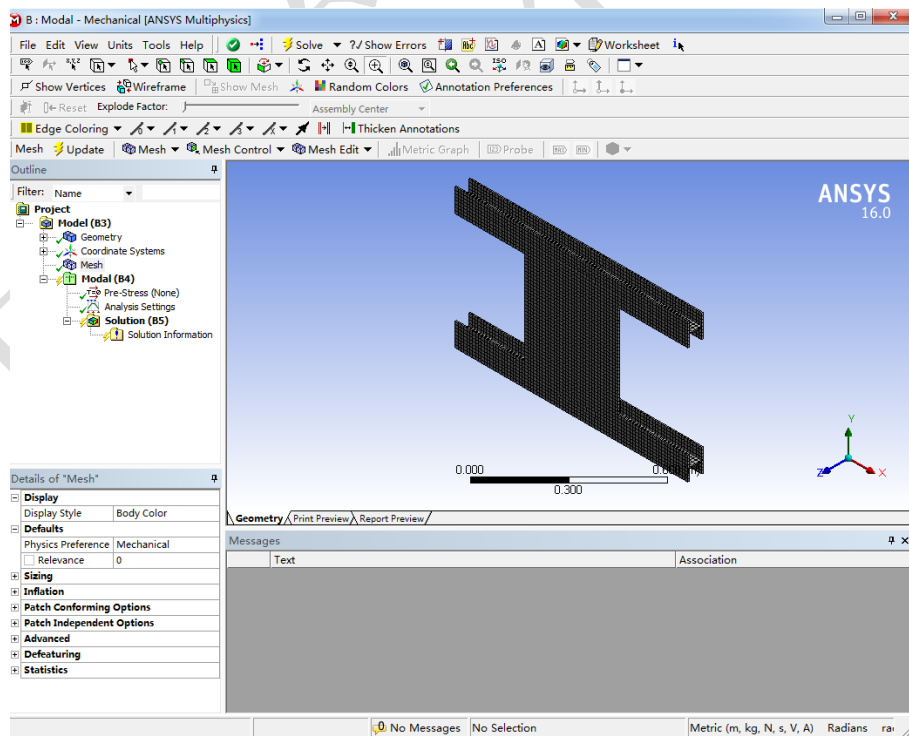

图 2.6
11. 双击模态分析项目 **B** 的 **Model**，进入有限元模型，如图 2.6 所示。